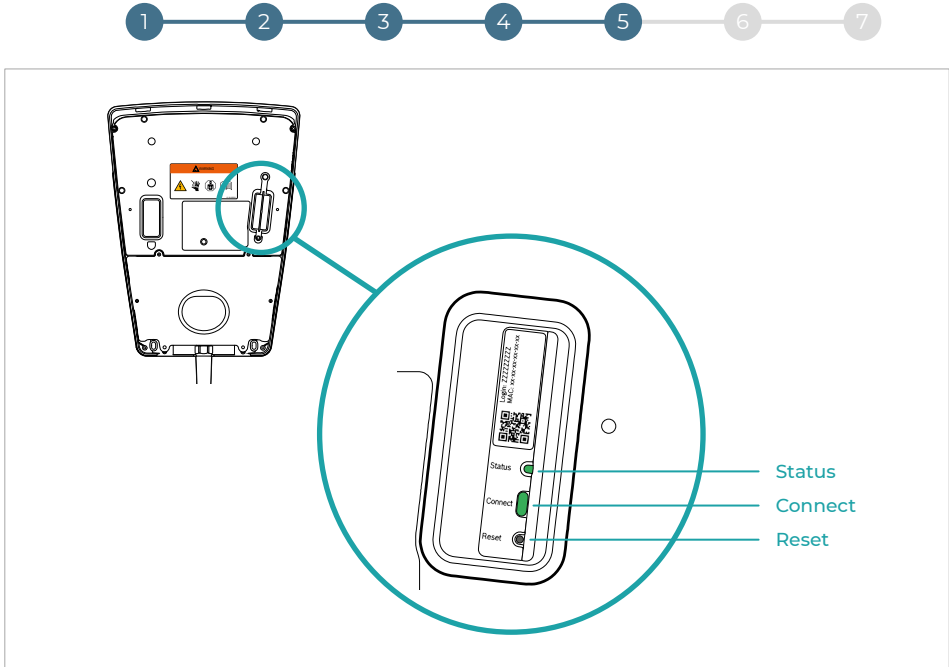

Fig. 8
2. Attendez que le système de charge soit en état de fonctionnement (la LED Status du système de charge émet une lumière bleue et la LED Status du module de communication (fig. 8) émet une lumière jaune et le mode Hotspot est activé).
Le nom de l'hôte est composé d'une description de l'appareil définie (« HDM-SMART-CONNECT- ») et des 6 derniers caractères de l'adresse MAC indiquée sur le module de communication (**fig. 8**).